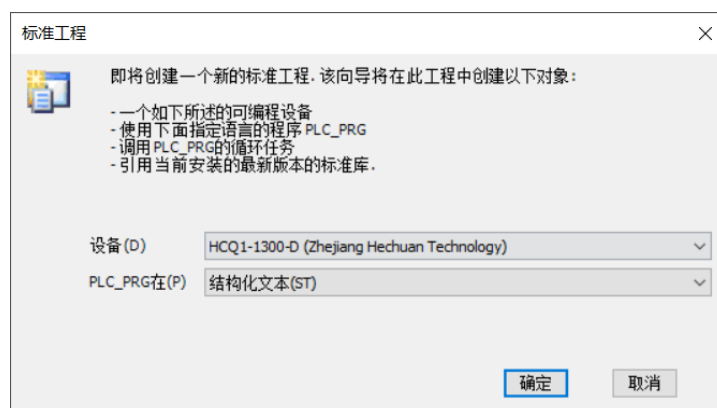

图 13-3 工程详细
3. 设备选择【HCQI-1300-D】，PLC_PRG 在 (P) 选择【结构化文本 (ST)】，点击【确定】，如图 13-3 所示。